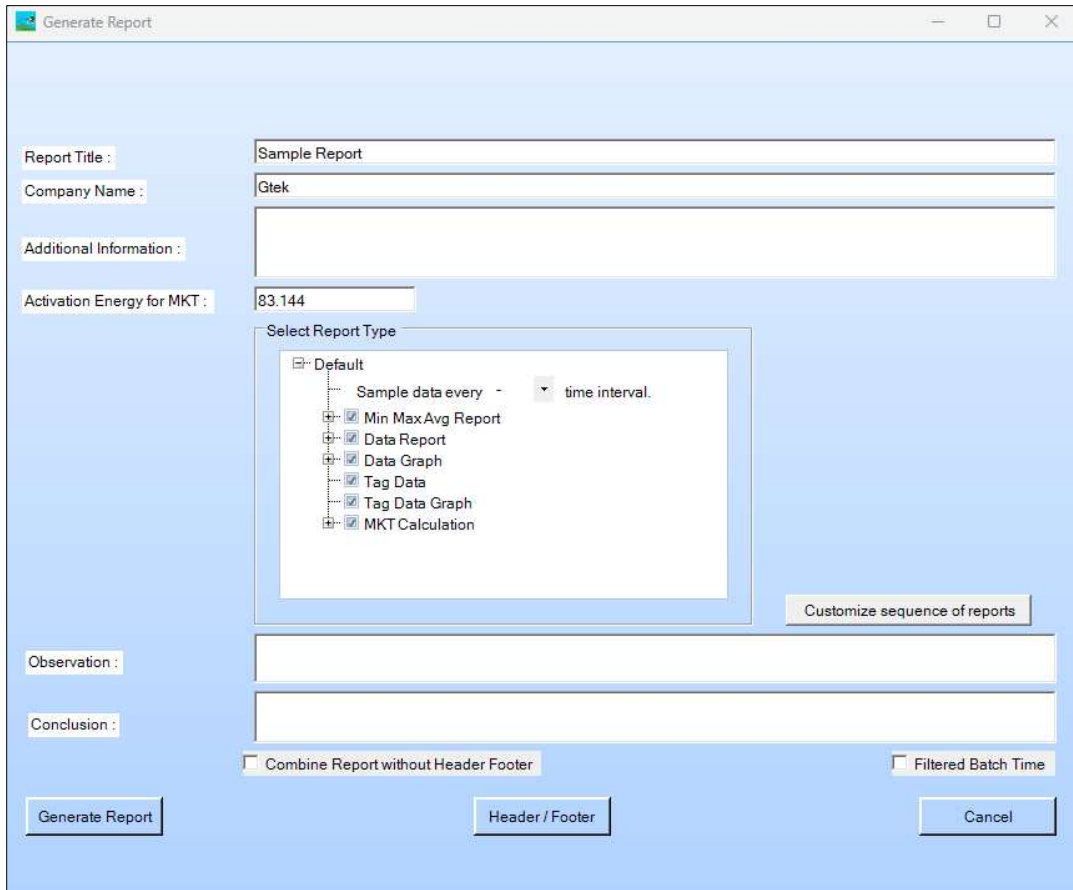

Figura 28 Rellene las opciones para generar el informe de datos PDF
- Para generar el informe en PDF, haga clic en el  icono y complete los detalles que se incluirán en el informe de datos en PDF como se muestra en la figura 28.